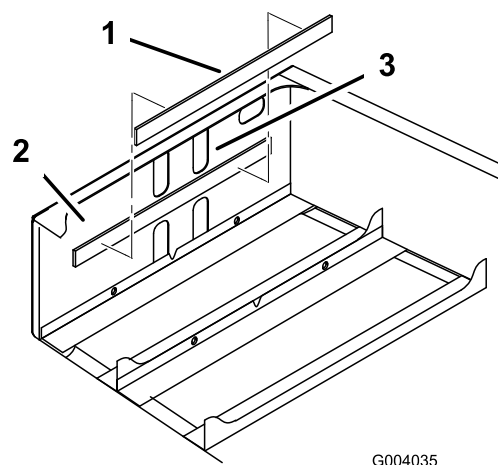

Figura 10
3. Tire o adesivo da parte de trás da caixa da bateria e instale-a na parte da frente da estrutura na retaguarda (Figura 10).
Nota: A caixa fica a cerca de 6,4 mm abaixo do limite inferior do conjunto superior das ranhuras dos orifícios (Figura 10).